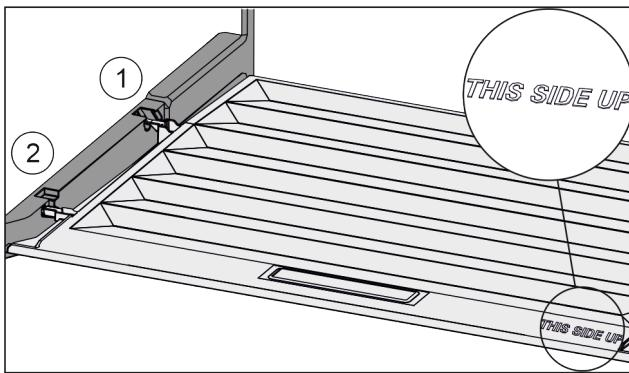

Fig. 90
- Výstupky veka zavedte cez otvor zadného držiaka Fig. 90 (1) a zaistite vpredu v držiaku Fig. 90 (2).